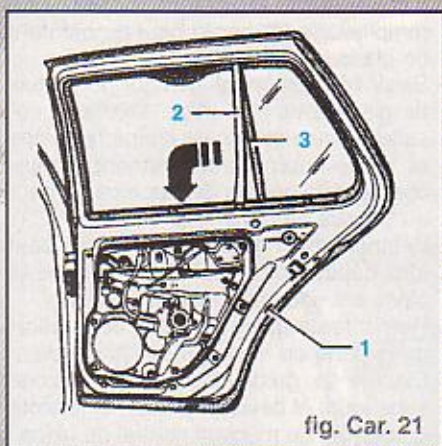

fig. Car. 21
- Dévisser la vis six pans (1) (fig. Car. 21).
- Détacher le montant central de glace (2) du joint de la glace triangulaire (3) et extraire le montant par le bas du guide-glace supérieur.
- Détacher le guide-glace (1) du flasque de porte (2). Tourner la partie inférieure du guide-glace de 90° vers l'extérieur